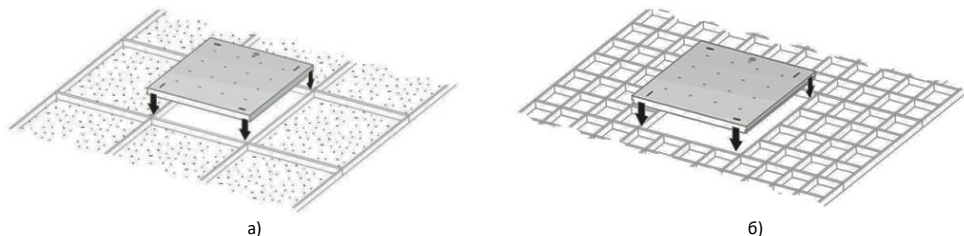
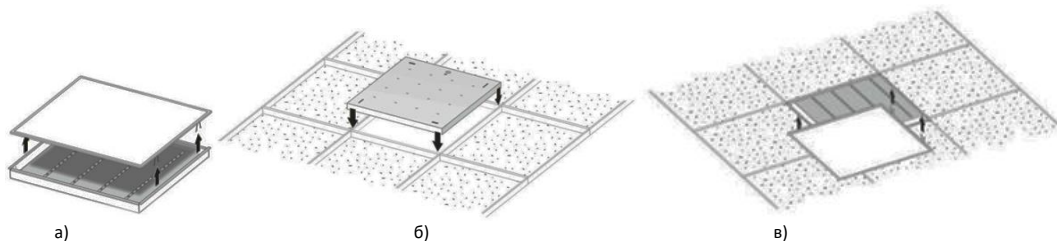

Рисунок 8 — Установка светильника Geniled серии Офис, ЛПО (а), серии Грильято (б) на подвесную конструкцию.
Рисунок 9 — Установка светильника Geniled серии Экофон на подвесную конструкцию.
5.4.6. Установите светильник Geniled на монтируемое место (Рисунок 8, а — для потолка типа «Армстронг», б — для потолка типа «Грильято», Рисунок 9 — для потолка типа «Есорphon»). Следите за тем, чтобы кабель не оказался зажат между элементами конструкции потолка и светильника. Убедитесь, что светильник надежно закреплен на потолке.